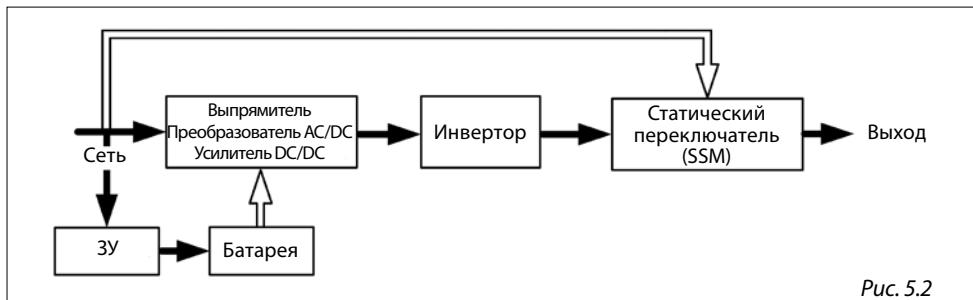

Рис. 5.2
- Когда сеть возвращается в норму, ИБП включает преобразователь AC/DC, выключает преобразователь DC/DC и включает зарядное устройство в режим заряда. То есть ИБП возвращается в режим, схема которого показана на рис. 5.2.
- При восстановлении напряжения сети ИБП запустится автоматически и перейдет в режим, показанный на рис. 5.2.